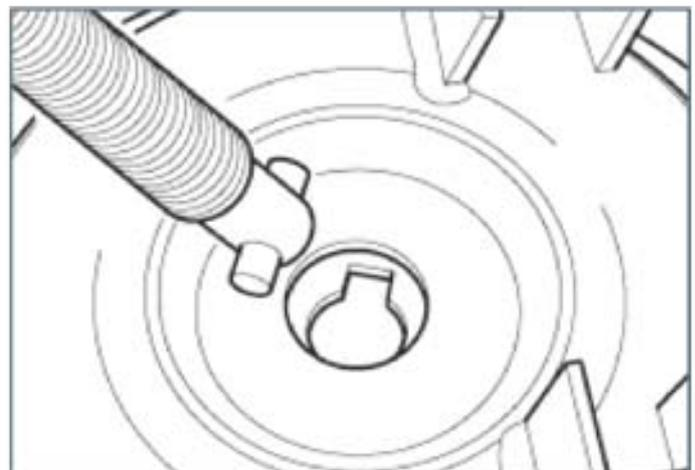

Abb. 9.3
3. Führen Sie den Löseschraube in die Mitte der Öffnung des Federgehäuses ein und vergewissern Sie sich, dass das konturierte Ende des Bolzens in die Öffnung des Kolbens im Inneren der Kammer hineinreicht. Führen Sie die Schraube weiter ein, bis er am Boden anschlägt (Abb. 9.3).